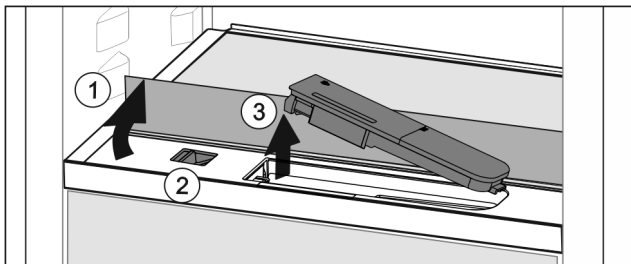

Fig. 43
- Soulever la tablette et la rabattre vers l'arrière jusqu'à la butée Fig. 43 (1).
- Pousser le curseur Fig. 43 (2) vers la gauche.
- Sortir le filtre à eau Fig. 43 (3).